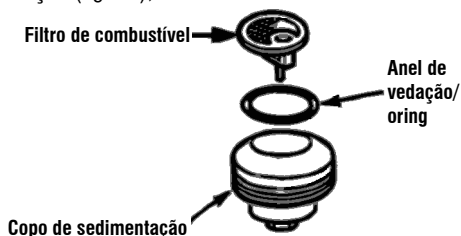

Fig. 24 – Limpeza dos componentes
- Desmonte o sistema, retirando o filtro de combustível, o anel de vedação/oring e o copo de sedimentação (fig. 24);